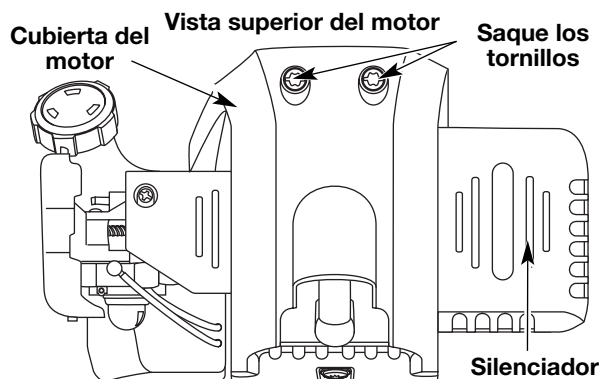

Figure 37
2. Quite los dos (2) Tornillos de encima de la tapa del motor con un destornillador de pala o Torx #20 (Fig. 37).
6. Saque la cubierta del motor (Fig. 37).